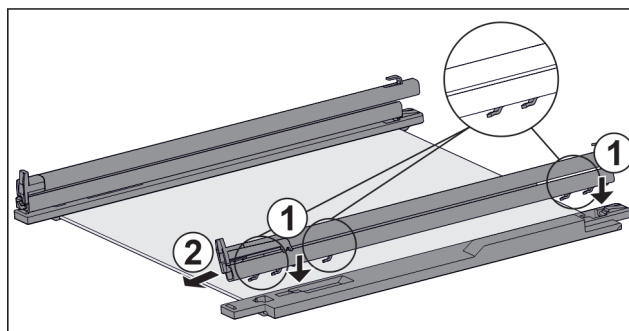

Fig. 46 Płyta szklana z szynami i elementami mocującymi
- ▶ Założyć haki szyny w otworach **lewego** elementu mocującego. *Fig. 46 (1)*
- ▶ Pociągnąć szynę do przodu. *Fig. 46 (2)*
- ▶ Założyć haki szyny w otworach **prawego** elementu mocującego. *Fig. 46 (1)*